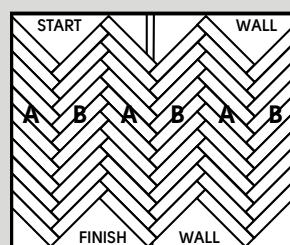

Fig. 8
- Continúe instalando tablones «B». Repita al otro lado de la fila original de tablones «B» con tablones «A». Complete la instalación utilizando el mismo método manteniendo los separadores de dilatación en su sitio y un patrón cuadrado (fig. 8).